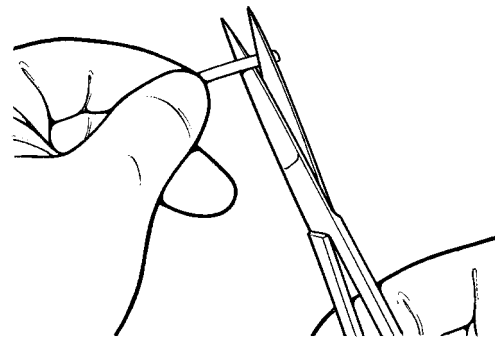

Fig. 4-21. Kapa slangen
1. Kapa slangen (se fig. 4-21) så att den passar patientens anatomi.